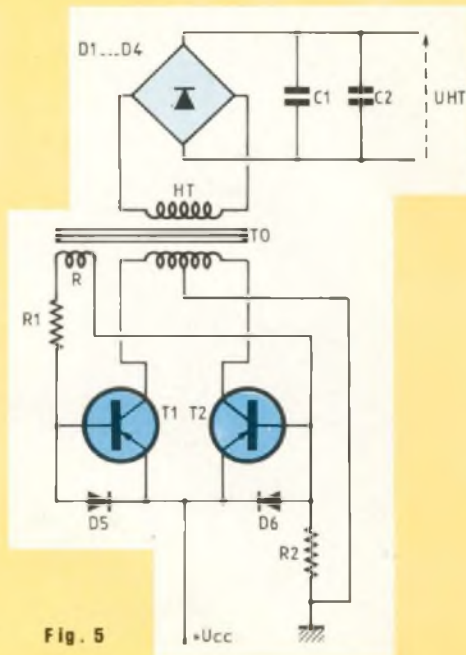

Fig. 5
a) **Le convertisseur cc/cc (fig 5).** C'est un oscillateur autonome. Deux transistors T1 et T2 fonctionnent alternativement au blocage et à la saturation, l'enroulement de réaction R connecté avec un sens correct ferme la boucle de réaction. La résistance de base R1 limite le courant de base et doit être ajustée en fonction des gains de T1 et T2. R2 permet le démarrage des oscillations. D5 et D6 permettent de n'utiliser qu'un seul enroulement de
b) Ensuite il sera prudent de monter le circuit de la fig 5 en y ajoutant R3 et VDR. Ceci permettra de découvrir le sens correct de branchement de R. Vérifier que la tension UHT est entre 450 V et 500 V. et que la tension aux